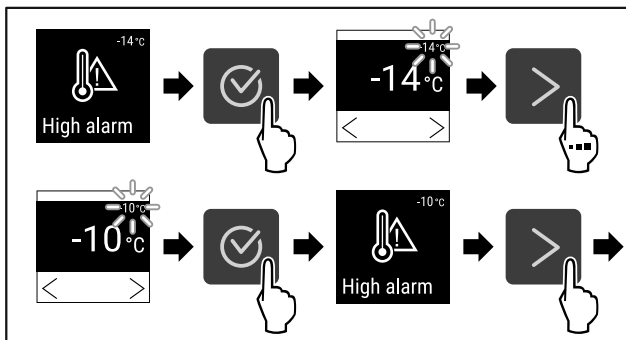

Fig. 98
- ▶ Hajtsa végre a művelet lépéseit (lásd Fig. 98) .